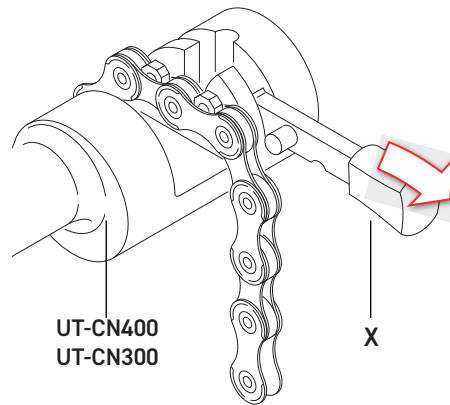

Fig.5
- Préparez l'outil **UT-CN400 (12s) / UT-CN300 (11s / 12s)** en positionnant la languette en position de ouverture (X - Fig. 5).
- insérez le maillon à ouvrir dans l'outil **UT-CN400 (12s) / UT-CN300 (11s / 12s)** (Fig. 5) en ayant soin de finir par un maillon interne;